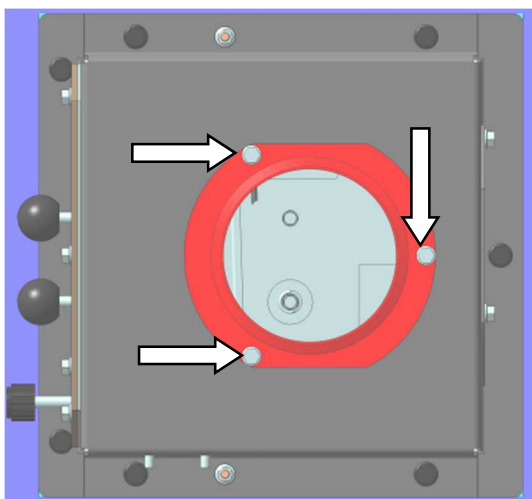

Abb. 9: Verschraubungen Verbrennungsluftstutzen
1. Die drei Schrauben des Verbrennungsluftstutzens herausdrehen (Abb. 9) und den Stutzen entnehmen,